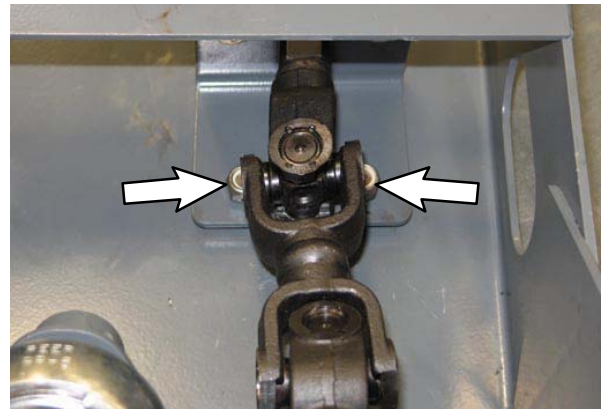

ABB. 57
19. Montieren Sie das Flanschlager/die Lagerhalterung (2) am Lenkanal. Ziehen Sie die Kleinteile mit 24 Nm / 18,5 ft lbs fest. (Abb. 57)